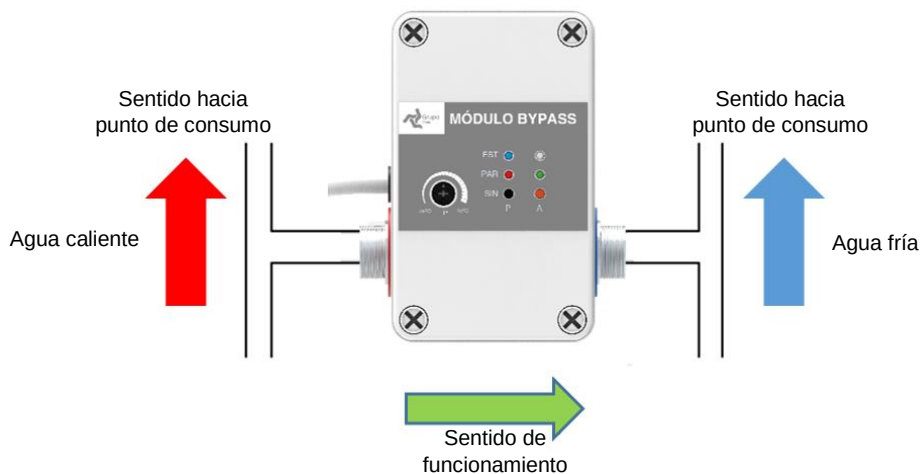

Figura 80. Bifurcación recorrido agua hacia el punto de consumo.
En cualquier tipo de instalación se añadirán bifurcaciones que permitan al agua tanto continuar su recorrido hacia el punto de consumo, como pasar a través del módulo de bypass (2), por ejemplo, añadiendo té a las tomas del módulo (2.1 y 2.2) entre otras posibilidades, evitando así cortar el suministro de agua en ningún momento, incluso si se va la luz (Figura 80).